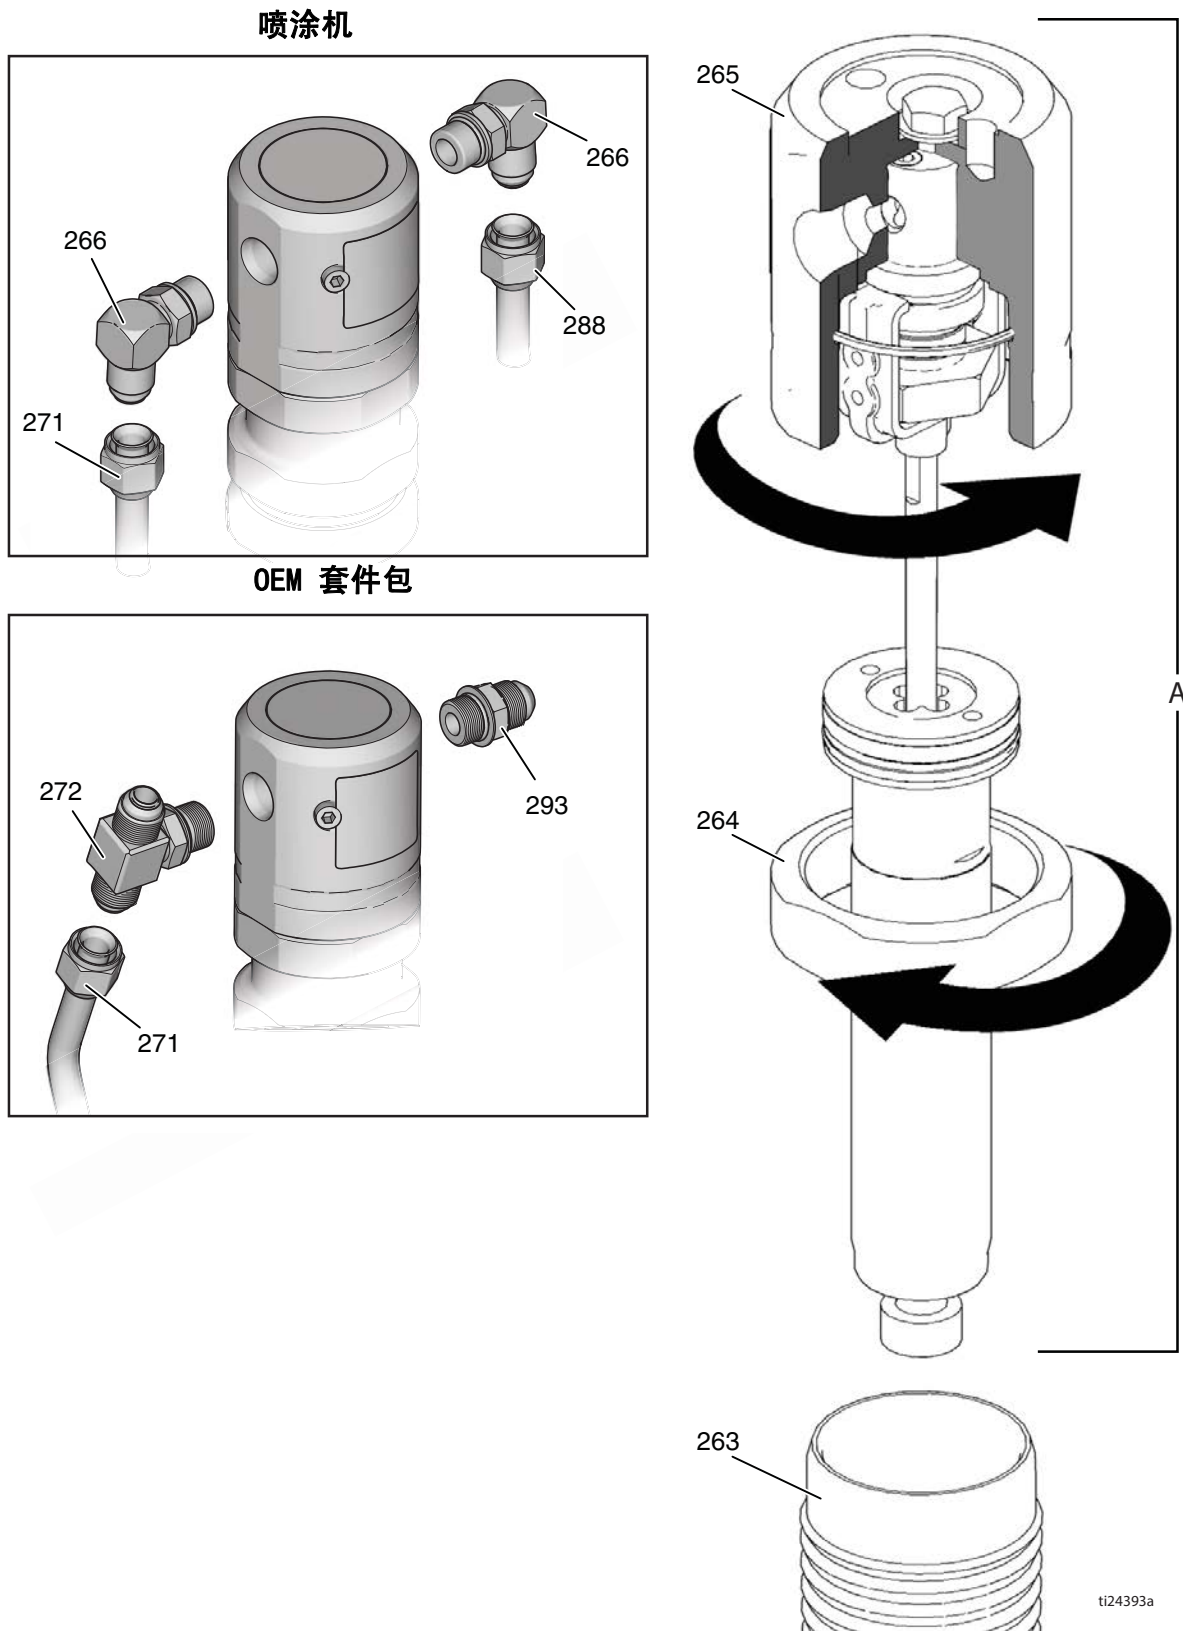

图 5
(图 5)
4. 图 5。将液压管路（271, 288）安装到液压电动机左上及右上部的管接头（266）处，用 40 磅英尺（54.2 N·m）的扭力拧紧。